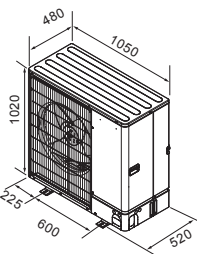

Fig. 2-3
2.3. Планови размери (Външно тяло) (Fig. 2-3)